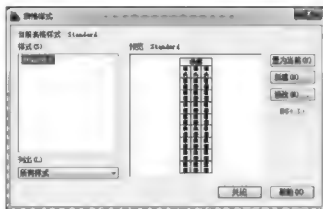

图 5-51
**步骤 1:** 在命令行窗口中输入 Tablestyle(表格样式)命令, 按 Enter 键(或执行  → 表样式(T)... 命令, 或在工具栏中单击“表格样式”按钮 ) , 弹出【表格样式】对话框, 如图 5-51 所示。